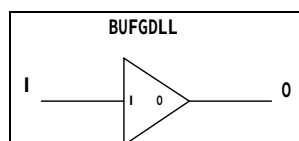

图4-84 BUFGDLL 示意图
- (7) BUFGDLL 是全局缓冲延迟锁相环，相当于 BUFG 与 DLL 的结合。在早期设计中经常使用，用以完成全局时钟的同步、驱动等功能。随着数字时钟管理单元（DCM）的日益完善，目前 BUFGDLL 的应用已经逐渐被 DCM 所取代。图 4-84 所示为 BUFGDLL 示意图。